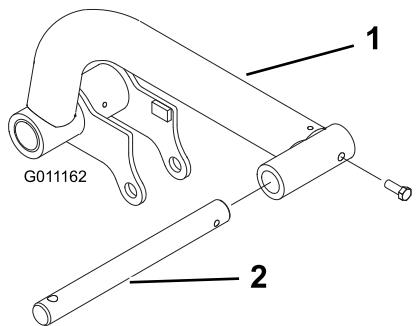

Bild 11
- Setzen Sie eine Gelenkstange in jeden Hubarm ein und flachten Sie die Befestigungslöcher aus (Bild 11).